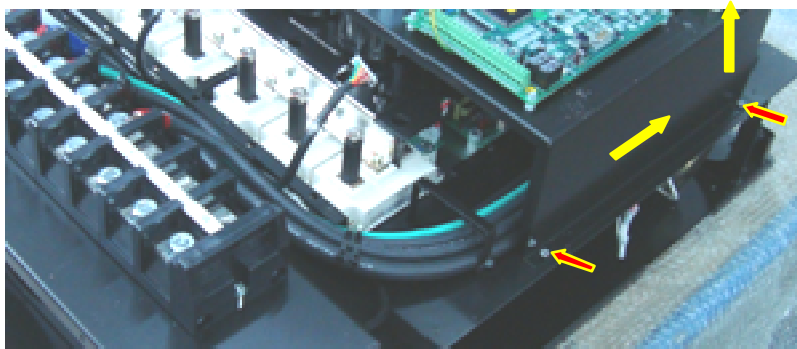

Рис. 6.20.
6.11.4. Отвернуть на два оборота каждый из четырех винтов крепления блока конденсаторов к основанию корпуса (рис. 6.20, показаны винты только с одной стороны), сдвинуть блок конденсаторов в направлении входных диодно-тиристорных модулей по стрелке, и потянув вверх, демонтировать.